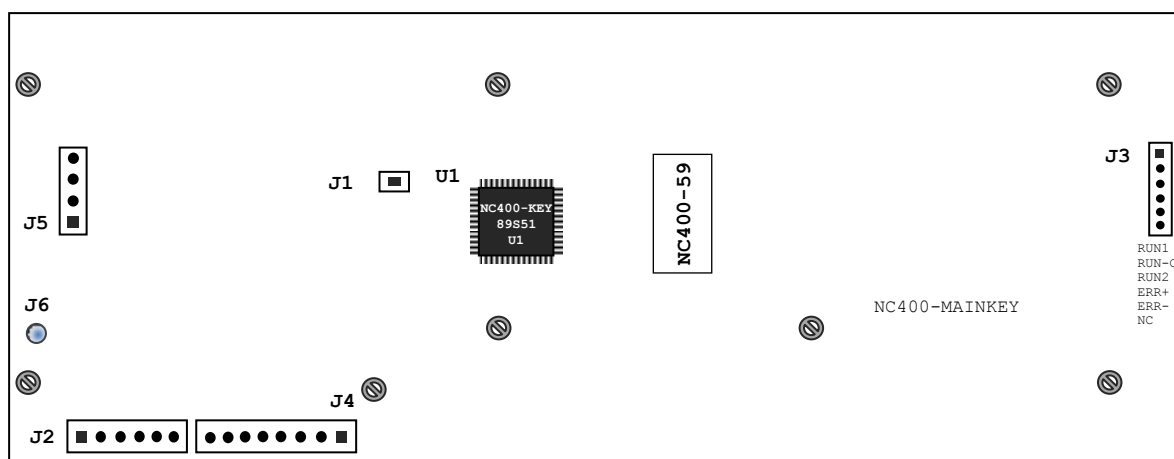

Рисунок 4.41 – Расположение разъёмов платы АЦК NC400-59
4.4.2.1 Функции блока клавиатуры в пульте оператора БУ NC400-5 выполняют плата АЦК NC400-59 и плата ФК «**F1**»-«**F8**» NC400-58. Блок клавиатуры ПО имеет 84 клавиши. Расположение разъёмов платы АЦК NC400-59 показано на рис.4.41.